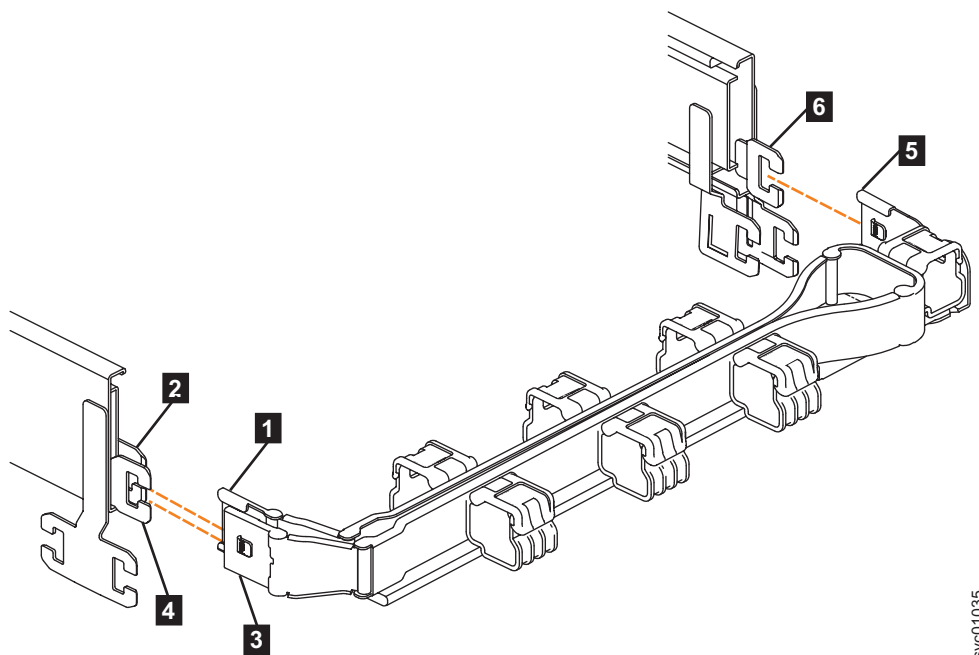

Figura 65. Conectores para o suporte para organização de cabos superior
Os conectores do CMA estão instalados nos ganchos do trilho no final dos trilhos de suporte. Figura 65 na página 78 mostra os conectores no conjunto de CMA superior.
1. Pressione a trava na base do conector no conjunto CMA superior (**5** em Figura 65).
2. Puxe o conector para removê-lo da base no trilho de suporte direito (**6** em Figura 65).
3. Pressione a trava no conector externo do conjunto de CMA superior (**3** em Figura 65).
4. Remova o conector externo do membro interno do trilho de suporte esquerdo (**4** em Figura 65).
5. Remova o conector interno do conjunto de CMA superior (**1**) do membro interno do trilho de suporte esquerdo (**2**), conforme mostrado em Figura 65.
Nota: O procedimento para remover o conjunto de CMA inferior é o mesmo que o procedimento para remover o conjunto de CMA superior. No entanto, os locais do conector são inversos. Por exemplo, a base do conector do CMA superior (**5** em Figura 65) se conecta ao trilho direito. A base do conector do CMA inferior (**11** em Figura 66 na página 79) se conecta ao trilho esquerdo.